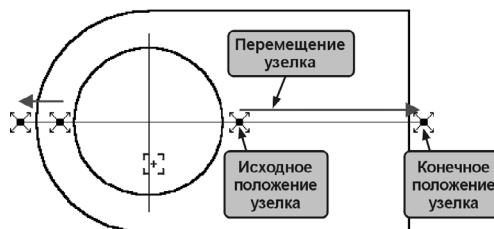

Рис. 17.4. Построение оси симметрии
- 4.2. Щелкните мышью по правой характерной точке. Не отпуская кнопку мыши, переместите ее вправо за пределы контура детали. После этого отпустите кнопку (рис. 17.4).